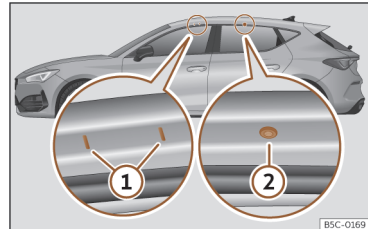

Fig. 193 Puntos de fijación de las barras longitudinales para el portaequipajes del techo (Leon).
Válido para Leon: Los puntos de fijación delanteros y traseros (1) y (2) sólo pueden verse con las puertas abiertas >>> fig. 193.